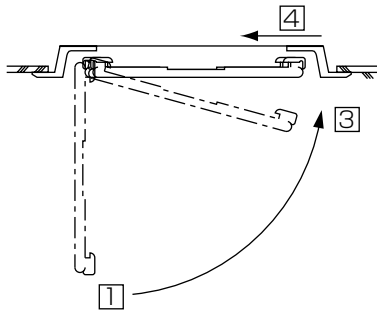

図13
● サービスパネルの片側を引掛け下図の図面 ①→②→③→④の順番に動かして取付けます。(図13)